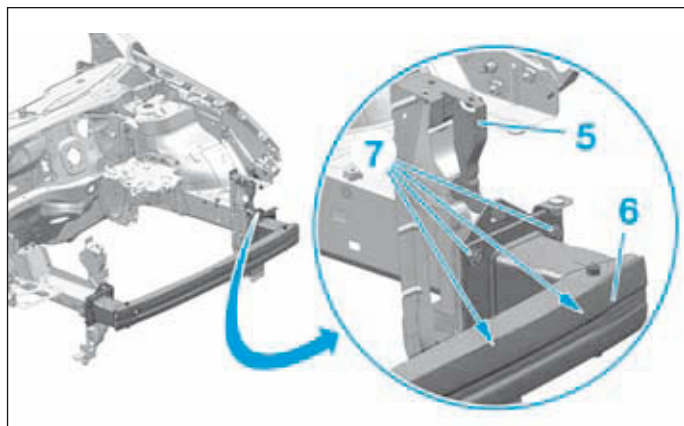
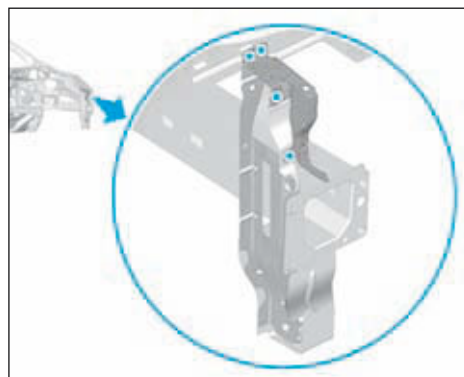

FIG.6
FIG.9
- Poser ajuster le support de traverse façade avant (5) (Fig.6).
- Contrôler la position avec (Fig.6) :
- La traverse de façade avant (6).
- Les vis de fixation (7).
- Souder par points bouchons MAG puis meuler les points de soudure (Fig.9).